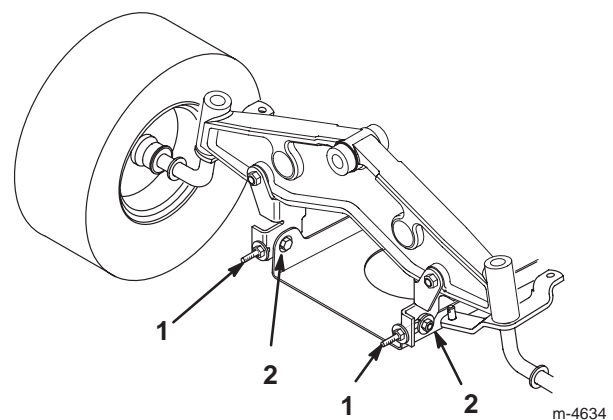

Bild 15
10. Lockern Sie zum Einstellen der Schnitmesserneigung in Längsrichtung die Befestigungsschrauben der vorderen Schwenkplatten ein wenig (Bild 15).
11. Drehen Sie die Sicherungsmuttern an den Augbolzen, um die Einstellung zu ändern (Bild 15). Ziehen Sie zum Anheben der Mähwerkvorderseite die Sicherungsmuttern der Augbolzen fest. Lockern Sie sie zum Absenken.
13. Ziehen Sie, wenn die Schnittemesserneigung in Längsrichtung korrekt ist, die Befestigungsschrauben der Schwenkplatte fest (Bild 15).